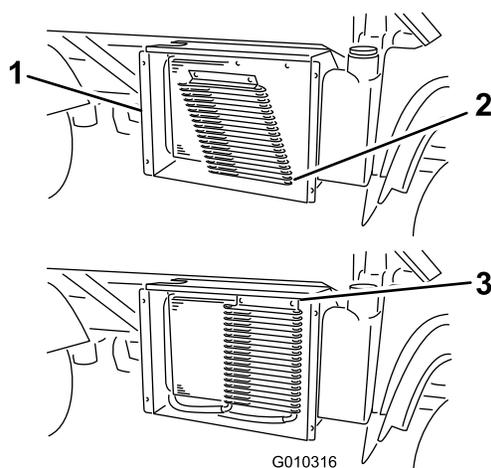

图60
3. 如配备请旋转门锁并转动油冷却器使其远离散热器 图60。